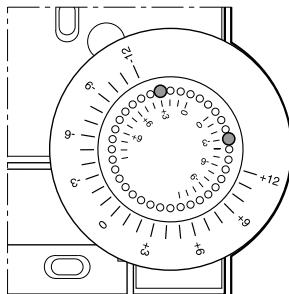

Figure 6: Limiter la plage de réglage
- ▶ Déplacez les deux petites goupilles pour limiter la plage de réglage (voir Figure 6). Pour cela, aidez-vous de l'échelle intérieure: à la Figure 6, les goupilles sont réglées de façon à ce que la molette de réglage ne puisse être réglée que de  $\pm 3^{\circ}\text{C}$  autour du point d'origine.